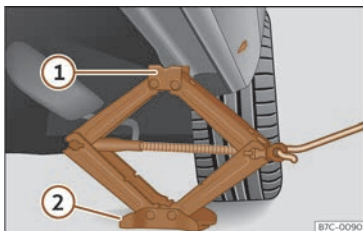

Abb. 213 Längsträger: Wagenheber ansetzen.
- Drehen Sie die Kurbel des unter dem Aufnahmepunkt des Längsträgers befindlichen Wagenhebers, bis sich die Nase ① >>> **(Abb. 213)** unter der vorgesehenen Einführung befindet.
- Richten Sie den Wagenheber so aus, dass sein Aufnahmehorn ① in die dafür vorgesehene Aufnahme am Längsträger „greift“ und die bewegliche Grundplatte ② plan auf dem Boden aufliegt. Die Bodenplatte ② muss sich dabei senkrecht unter dem Aufnahmepunkt ① befinden.